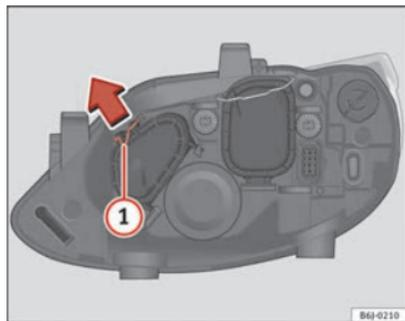

Abb. 143 Fernlicht
- Verschieben Sie die Strebe ① in Pfeilrichtung und nehmen Sie den Deckel ab ⇒ Abb. 143.